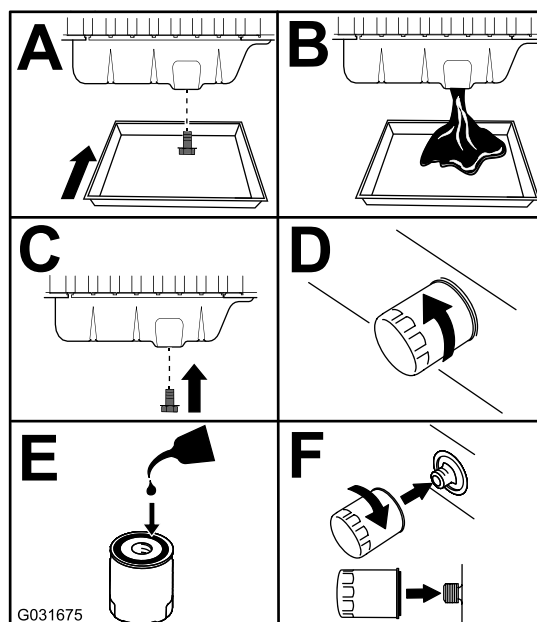

Рисунок 87
3. Замените моторное масло и масляный фильтр (Рисунок 87).